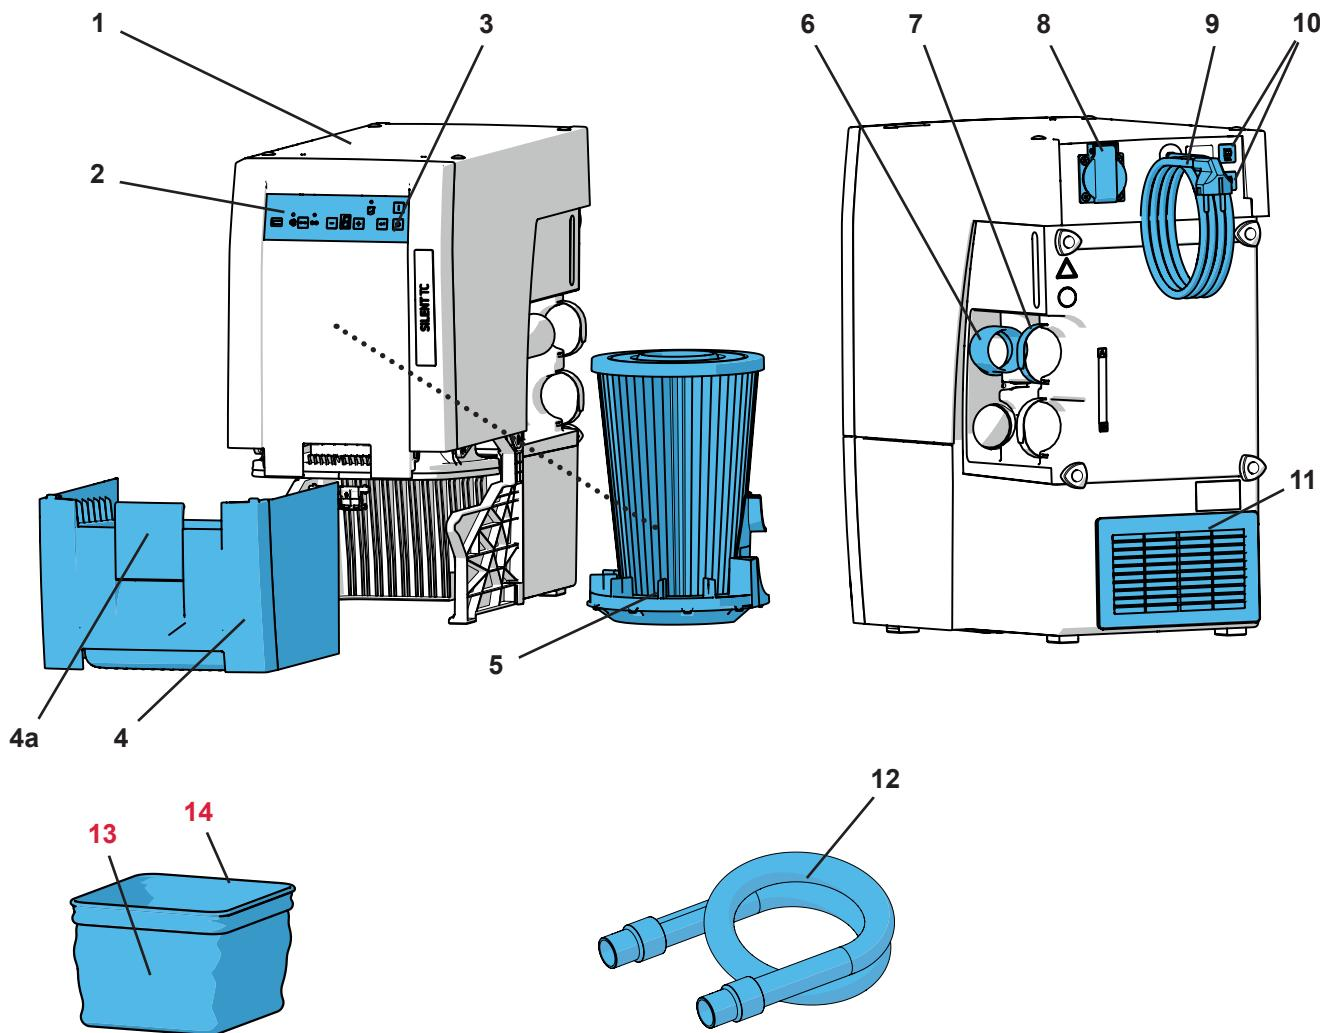

図 1
- ・排気口(11、図1)が妨げられないようにしてください。
- ・キャビネット壁の排気口(11、図1)に相対する位置に開口部(B)、サイズは250 x 120 mm以上。
⇒ 卷かれた電源コード(9、図1)をほどき、建物設置のコンセントにプラグを差し込みます。
器具の差し込み口（8、図1）に接続された電気装置に応じて吸引されます。